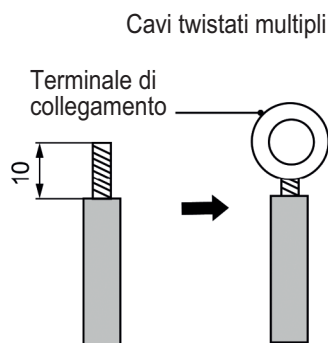

Fig. 5.1.2
(2) Collegamento del cavo a più fili (come mostrato in Fig. 5.1.2)